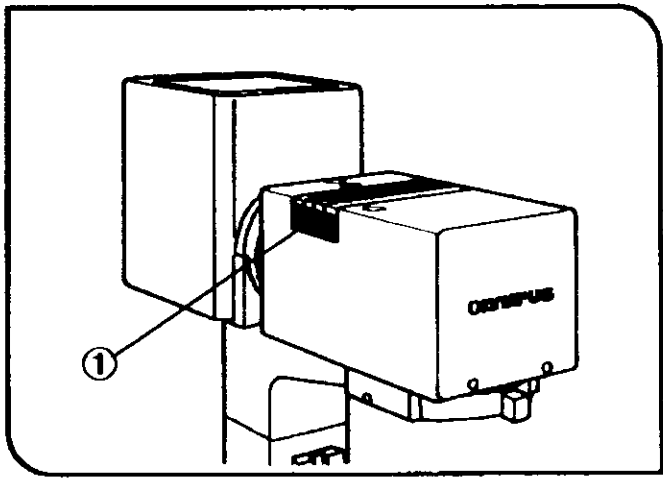

图 29
## (2) 安装滤色片 (图 29 和 30)
1. 用手指拨滤色片架上有花纹部分、抬起。(图 29)